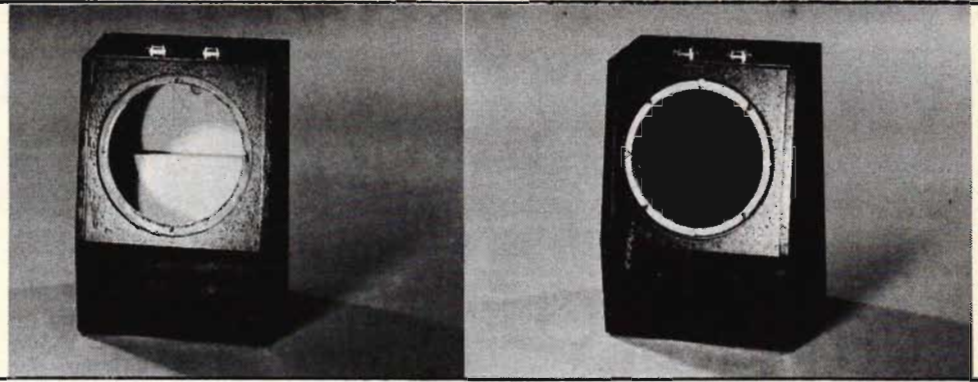

Fig 8. Här är den färdigmonterade trälådan för basreflexhornet utan och med monterat element.
Av schemat i fig 8 framgår bl a hur perkussionseffekten är realiserad: Från samlingsstråden med 4'-stämman längst upp till vänster tas en signal, oberoende om 4' är vald eller ej, som förstärks i IC13 (1), likriktas av D1 och förs till IC13 (4), där den likriktade signalen förstärks. I viloläge ligger utgången där på ca 22 volt, och denna spänning håller C2 och C3 uppladdade genom D1. När den likriktade 4'-stämman kommer till IC13 (4), sjunker dess spänning, D1 spärrar och C2-C3 laddas ur med en tidkonstant som bestäms av läget på brytarna *Lang* och *Mittel*. Den så alstrade spänningen förs vid vald perkussion över emitterföljaren T3 till optokopplaren K1 (4) och styr där signalens amplitud.